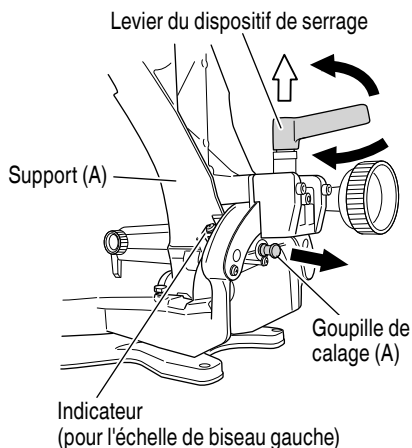

Fig. 36
8. Procédure de coupe de biseau (Fig. 36)
- (1) Desserrer le levier de serrage et incliner la lame de scie vers la gauche ou vers la droite. Pour incliner la tête du moteur vers la droite, tirer la goupille de réglage (A) vers l'arrière. Le levier de serrage utilise un système de loquet. Pour mettre en contact l'établi et le corps principal, tirer le levier de serrage dans le sens de la flèche, comme indiqué à la Fig. 36, et changer la direction du levier de serrage.
- (2) Régler l'angle de biseau à la valeur voulue tout en regardant l'échelle et l'indicateur d'angle de biseau, puis fixer le levier de serrage.